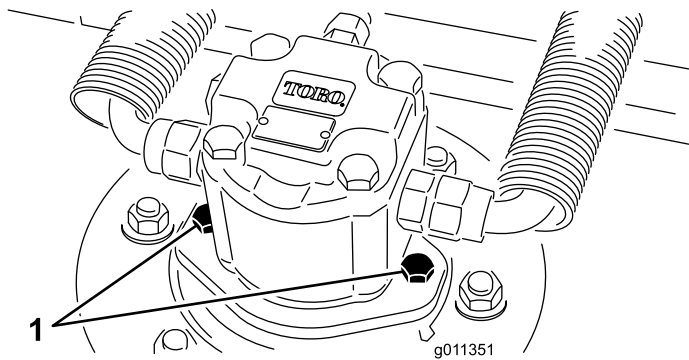

Figure 69
1. Débranchez et déposez le moteur hydraulique du plateau de coupe (Figure 69). Couvrez le dessus de l'axe pour éviter toute contamination.
3. Montez le moteur hydraulique sur le plateau de coupe (Figure 69). Vérifiez que le joint torique est en place et en bon état.